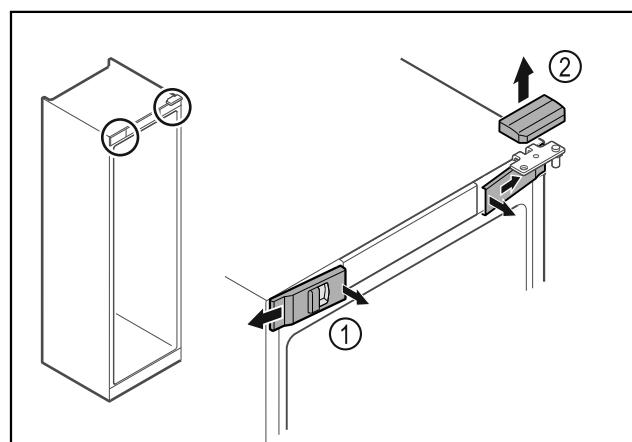

Fig. 14
- Vordere Abdeckungen Fig. 14 (1) innen ausrasten und zur Seite abnehmen.
- Obere Abdeckung Fig. 14 (2) nach oben abnehmen.